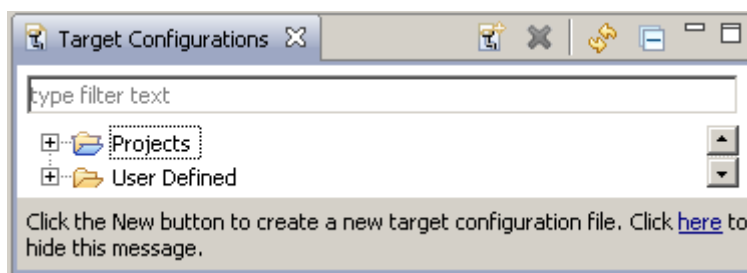

图 1-1-7
1. 打开 CCS5.2 软件并等待启动完成后，选择工具栏[View]→[Target Configurations]，弹出 Target Configurations 窗口，如图 1-1-7 所示：